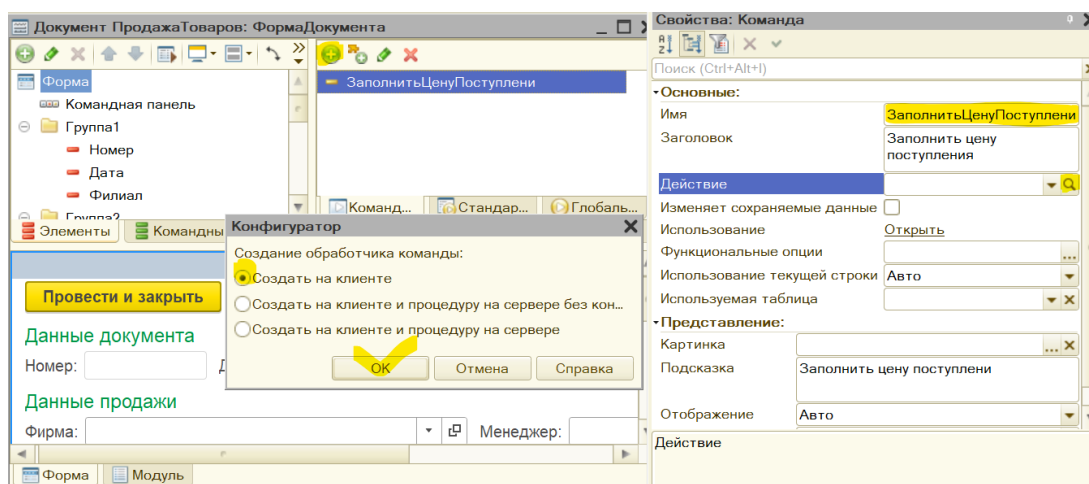

Рис. 5.11 Создание кнопки «Заполнить цену поступления»
5. Для автоматического заполнения цены поступления создадим кнопку и при создании программного кода создадим процедуру «На клиенте» (рис. 5.11).